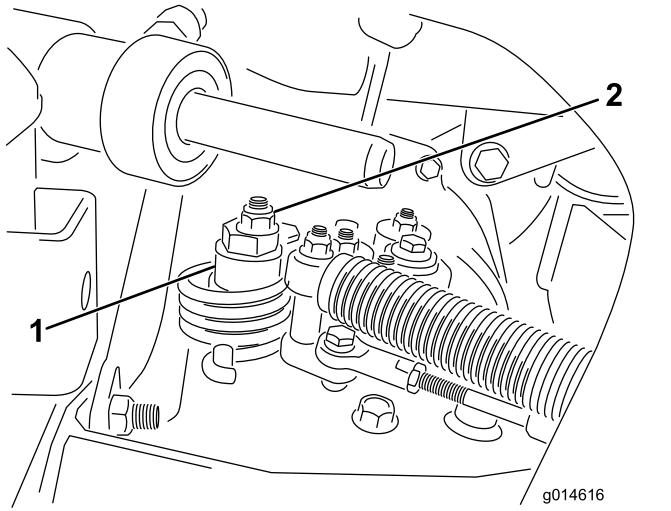

Figura 47
- A. Afloje la tuerca que sujetá el excéntrico a la parte superior del hidrostato (Figura 47).
- C. Gire el excéntrico hasta que no haya movimiento en ningún sentido. Cuando la rueda deje de girar, apriete la tuerca para bloquear el excéntrico y el ajuste (Figura 47). Compruebe el ajuste con el acelerador en las posiciones Lento y Rápido.